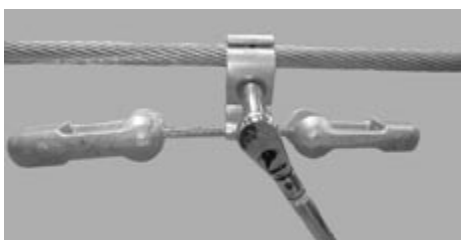

Рис. 3.
- 2.2. Затяните болт зажима гасителя вибрации при помощи моментного ключа, как показано на рис. 3. Момент затяжки болта указывается на поверхности зажима гасителя вибрации (например: 54 Нм или 54 N-m).